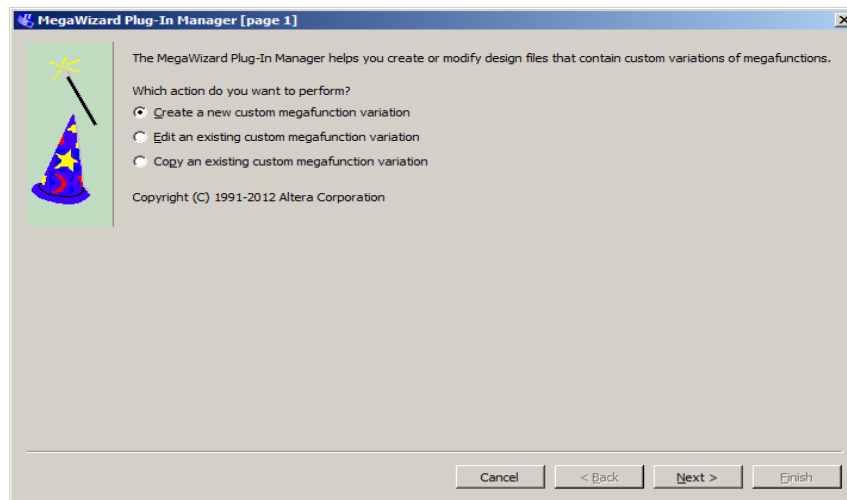

Figura 4. Asistente para la configuración de componentes prediseñados.
1.- Desde el menú principal ejecutar la orden **Tools>MegaWizard Plug-In Manager** y seleccionar la opción **Create** en el cuadro de diálogo que se abre (Figura 4).